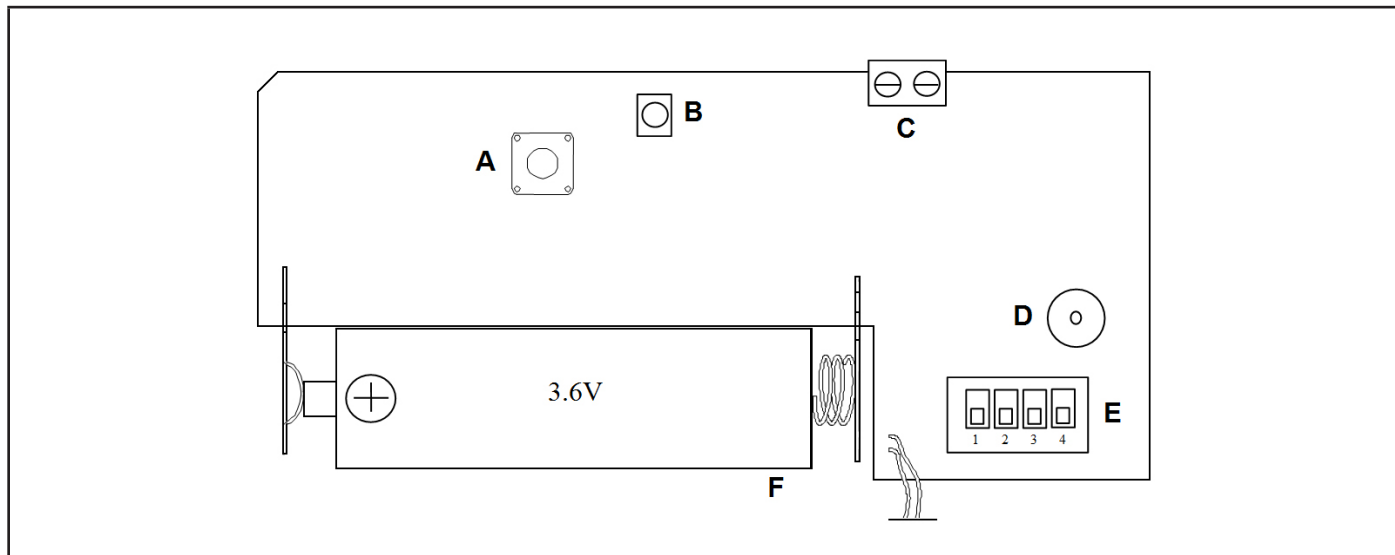

Fig. 2 - Scheda elettronica / Electronic board
La linea di allarme della centrale deve essere collegata alla morsetti (rif. C, fig. 2). L'uscita della morsetti di tipo N.C. (Normalmente Chiuso) e l'allarme viene segnalato con un'apertura del contatto per un tempo maggiore di 1,5s (nominale 1,7s).
La funzione di TEST è utile per verificare il funzionamento e l'installazione del contatto. Tale funzione permette di attivare il LED, il buzzer e il relè per 5 attivazioni consecutive (dopo 5 attivazioni consecutive il contatto torna nella modalità operativa normale, LED e buzzer disattivati e relè attivo). Nella funzione di test il LED (rif. B, fig. 2) segnala il riconoscimento di un impulso e il buzzer (rif. D, fig. 2) segnala l'attivazione dell'allarme al raggiungimento del numero programmato di impulsi. Per entrare in modalità di test, inserire la pila (rif. F, fig. 2). Per accedere alla modalità test nuovamente senza togliere e reinsertire la pila eseguire la seguente procedura:
- Premere il pulsante (rif. A, fig. 2) entro 45 secondi dall'azione precedente.
The control panel alarm line must be connected to the terminal block (ref. C, fig. 2). The output of the N.C. (Normally Closed) terminal block and the alarm are indicated by the contact opening for longer than 1.5s (nominal time 1.7s).
The TEST function is useful to verify contact operation and installation. This function allows the LED, buzzer and relay to be activated for 5 consecutive activations (after 5 consecutive activations the contact goes back to the normal operating mode, the LED and buzzer are disabled and the relay is active). In the test function the LED (ref. B, fig. 2) indicates the recognition of a pulse and the buzzer (ref. D, fig. 2) indicates the activation of the alarm when the programmed number of pulses has been reached. To access the test mode, insert the battery (ref. F, fig. 2). To access the test mode again without removing and reinserting the battery, follow the procedure below:
- Press the button (ref. A, fig. 2) within 45 seconds from the previous action.
Fare riferimento alla tabella successiva per configurare i DIP 1,2 e 3 (rif E, fig. 2) in modo da variare il numero di impulsi necessario per la segnalazione di allarme.
Refer to the table below to configure the DIP 1,2 and 3 (ref. E, Fig. 2) for change the number of pulses required for the alarm signal.